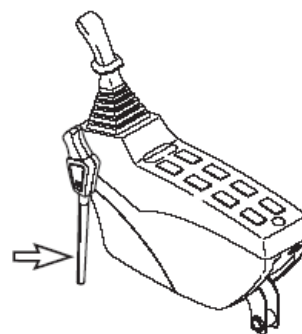

Рис. 1
Покидая машину, необходимо установить рычаг блокировки в положение блокировки (**LOCK**), рис. 1, в противном случае в результате случайного перемещения рабочих рычагов может произойти серьезная авария.
1. Установить рычаг блокировки в заблокированное положение (**LOCK**), рис. 1.